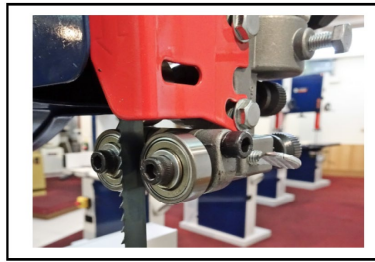
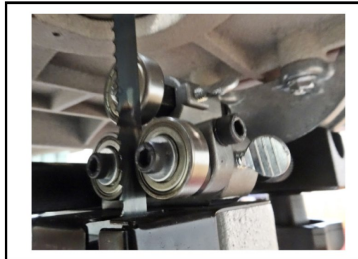

Abbildung 9
Abbildung 10
1. Stellen Sie das Lager der oberen und unteren Klingenföhrung auf ca. 0,5 mm der Klinge ein. Stellen Sie sicher, dass das Lager und die Rfckseite der Klinge ca. 0,5 mm ist. (siehe Abbildung 9 und Abbildung 10)